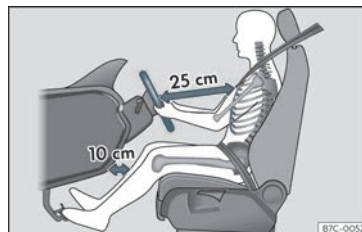

Fig. 1 A separação correta entre o condutor e o volante deve ser de 25 cm no mínimo (10 polegadas).
- Ajuste o volante de modo a ficar a uma distância de, pelo menos, 25 cm (10 polegadas) do esterno »» **Fig. 1** e a poder segurá-lo com ambas as mãos pelos lados, pela parte exterior, com os braços ligeiramente fletidos.
- Ajuste longitudinalmente o banco, de modo a poder carregar a fundo nos pedais com os joelhos ligeiramente fletidos e a ficar uma distância entre a zona dos joelhos e o painel de instrumentos de pelo menos 10 cm (4 polegadas) »» **Fig. 1.**